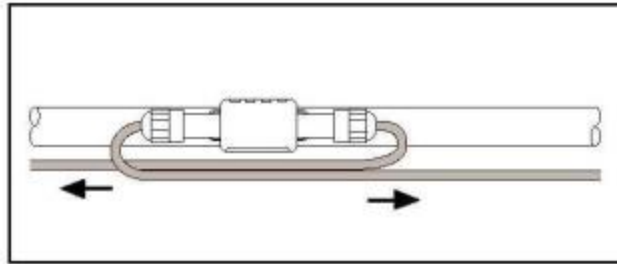

Figure 4 - Rayclik-S-02 : Jonction en ligne
- Raycllic-S-02 : Jonction en ligne (*figure 4*),